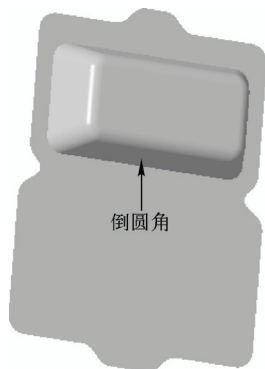

图 16-21 创建倒圆角特征二
STEP 03 用与上述同样的方法，使用“倒圆角”命令，设置圆角半径为“8”，创建倒圆角特征，效果如图 16-21 所示。